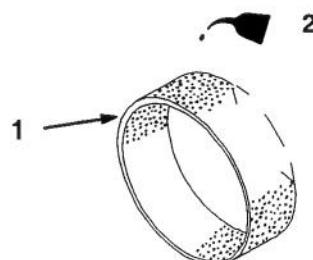

Bild 16
- C. Den Einsatz mit 30–50g frischem Motoröl durchtränken (Bild 16). Den Einsatz zur Verteilung des Öls zusammendrücken.